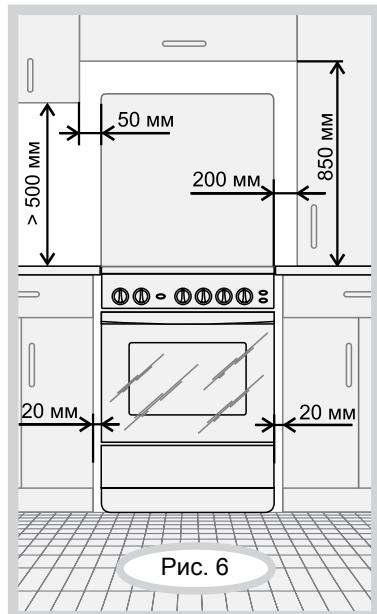

Рис. 6
- Расстояния, которые необходимо выдержать при установке плиты, показаны на рис. 6. Задняя стенка плиты должна отстоять от поверхности стены не менее чем на 50 мм. Уровень варочной поверхности плиты должен быть не ниже уровня столешницы. Торцы мебели на уровне варочной поверхности стола защитить металлическими накладками. Кухонные полотенца, шторы и т.п. должны находиться на безопасном расстоянии, исключающем их воспламенение.